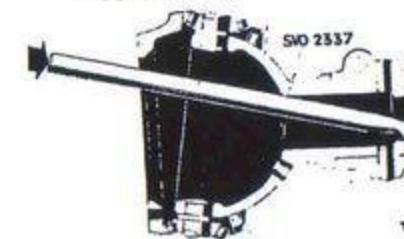

Bild 112. Demontering av tätningsring.
- Driv ut tätningsringen med hjälp av dorn SVO 2337 (bild 112).